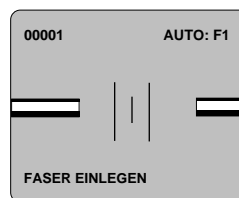

Abbildung 15
4.8 Vergewissern Sie sich, daß die Faserenden auf dem LCD-Monitor erscheinen (siehe Abb. 15). Die Enden sollten die Mittellinie nicht überschreiten und nicht über den LCD-Sichtbereich hinausragen. Gegebenenfalls müssen Sie die Klemmen wieder öffnen und die Fasern neu einlegen.